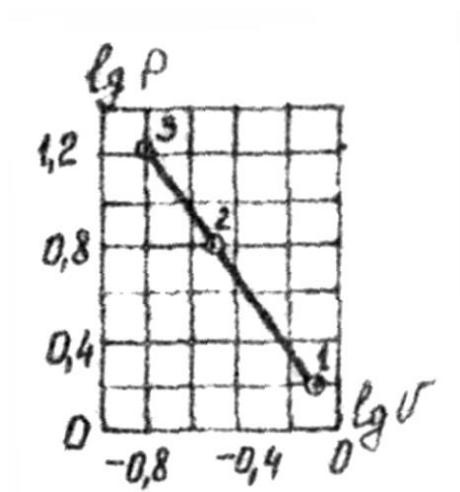

Рис. 6.
15. На рис. 6. показан политропный процесс 1-2-3. Определить показатель политропы этого процесса.